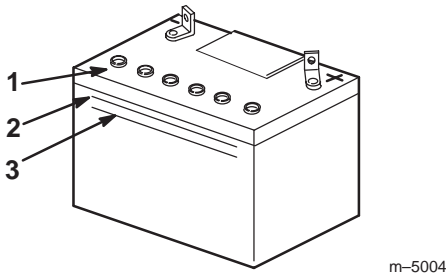

Figure 46
2. Observez le côté de la batterie. Le niveau de l'électrolyte doit atteindre le trait **supérieur** (Fig. 46). Ne laissez pas l'électrolyte descendre en dessous du trait **inférieur** (Fig. 46).
3. Enlevez les bouchons d'aération de la batterie (Fig. 46).
4. Versez lentement de l'eau distillée dans chaque élément jusqu'au trait **supérieur** (Fig. 46) sur le côté de la batterie.
5. Attendez cinq à dix minutes après avoir rempli les éléments. Ajoutez de l'eau distillée au besoin, pour amener le niveau au repère **supérieur** (Fig. 46) sur le côté de la batterie.